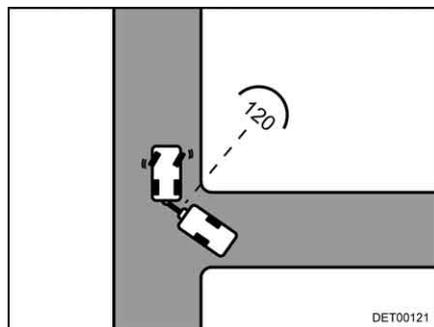

Fig. 14 Recorrido
- Detenerse una vez que se haya alcanzado un ángulo de aprox. 120° entre los vehículos (Fig. 14).